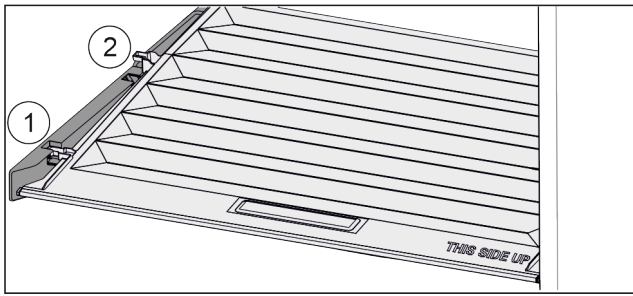

Fig. 94
- ▶ Кришку до отвору в деталях для підтримки потягнути вперед Fig. 94 (1).
- ▶ Підняти ззаду знизу та вийняти Fig. 94 (2) вгору.